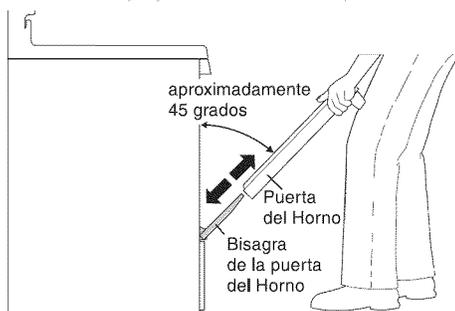

Fig. 3
5. Agarre la puerta del horno firmemente a ambos lados y deslice la puerta hacia arriba y fuera de las bisagras en el mismo angulo. (Ver fig. 3)
2. Sostenga la puerta por los lados, cerca del borde superior, mientras descansa el borde inferior del frente de la puerta sobre su rodilla. Introduzca las bisagras en los canales de la parte inferior de la puerta (Ver fig. 3).